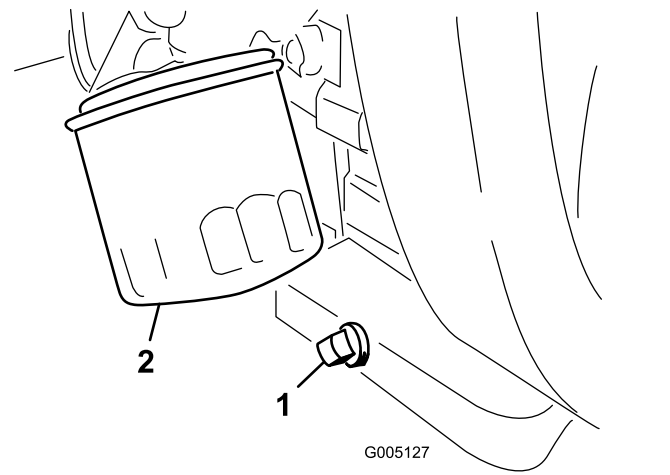

Figura 42
- Retire el tapón de vaciado (Figura 42) y deje fluir el aceite a un recipiente apropiado.
- Limpié las roscas del tapón de vaciado, aplique sellador de PTFE, e instale el tapón de vaciado (Figura 42).
- Retire el filtro de aceite (Figura 42).